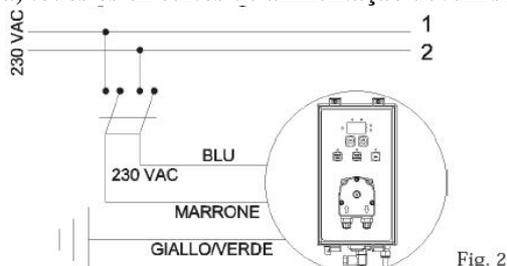

Fig. 2
1. Comprovar que a mesma está desligada da corrente eléctrica, desconectando todos os fios por meio de um interruptor de, no mínimo, 3 mm (fig. 2).
b.- Todas as nossas bombas dosadoras eletromagnéticas são monofásicas 230 V - 50/60 Hz (Fig. 2).